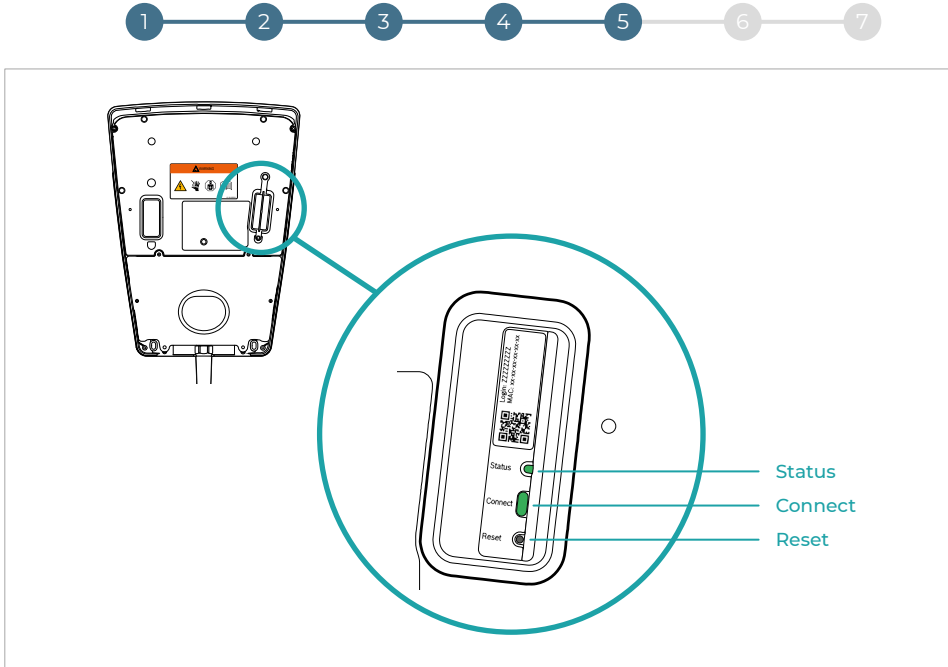

Fig. 8
2. Esperar hasta que el sistema de carga esté listo para funcionar (el led de estado del sistema de carga se ilumina en azul, el led de estado del módulo de comunicación [fig. 8] se ilumina en amarillo y el modo de punto de acceso está activo).
El nombre del host se compone del nombre del dispositivo definido («HDM-SMART-CONNECT-») y de los últimos 6 caracteres de la dirección MAC del módulo de comunicación (**fig. 8**).